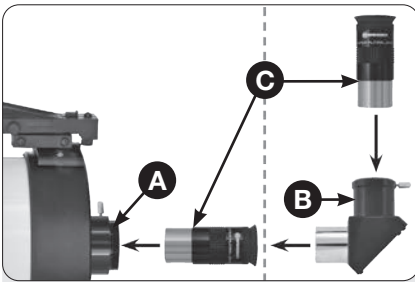

Fig 11 Posibilidades de montaje de los accesorios ópticos en la unidad de enfoque.
11. Inserte el ocular (Fig 11) para el modo de visión recta: Retire la tapa antipolvo del soporte del ocular. Coloque la tapa antipolvo en un lugar seguro y vuelva a colocarla cuando haya terminado de observar para evitar que entre suciedad en el telescopio. Afloje el tornillo moleteado e introduzca el ocular suministrado (C, Fig 11) en el soporte del ocular (A, Fig 11). A continuación, apriete de nuevo el tornillo con la mano para que el ocular quede firmemente asentado.
12. Introduzca el espejo cenital (Fig 11): Se recomienda a la altura del cenit para una visión más cómoda para el cuello. El espejo cenital (B, Fig 11) se inserta en el soporte del ocular (A, Fig 11). A continuación, introduzca el ocular (C, Fig 11) en el receptáculo del espejo cenital. Después de insertar el espejo cenital y el ocular, vuelva a apretar bien los tornillos de fijación correspondientes para que todas las piezas queden bien fijadas en su posición.